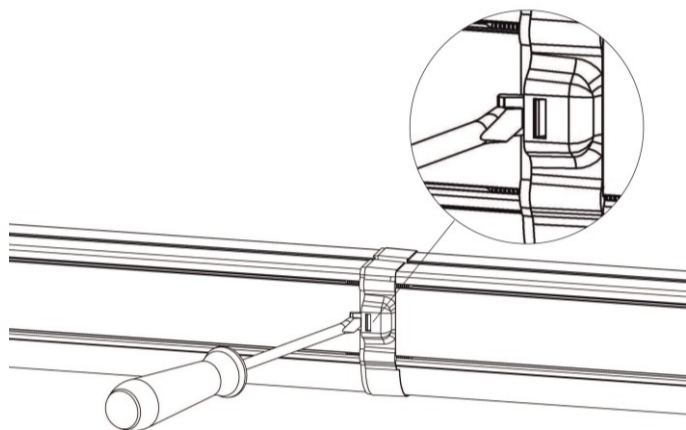

Рисунок 9 Разъединение разъемов EASY LOCK
5.6 Для разъединения разъемов необходимо надавить на защелки отверткой с прямым шлицем (рис.9) и нажав на язычки разъединить светильники.